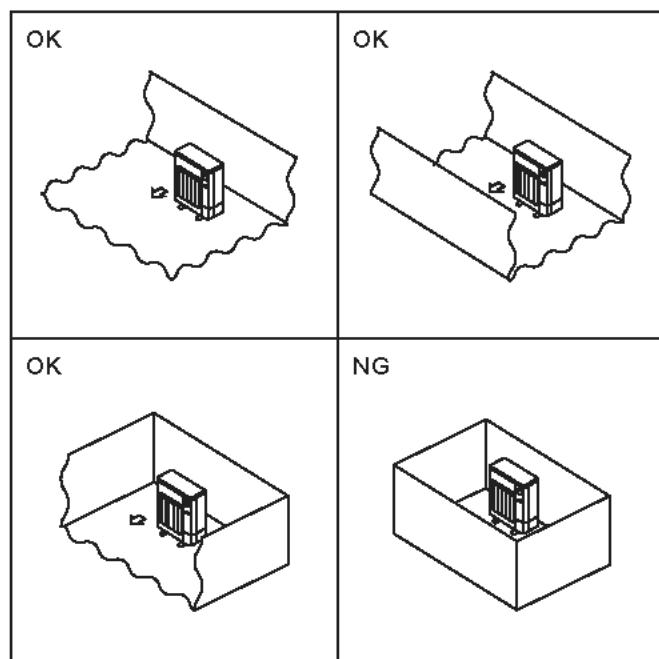

Fig. 2-1
- Ⓢ Monter utendørsenheter på et sted der minst én av fire sider er åpne, og i et tilstrekkelig stort område uten fordypninger. (Fig. 2-1)